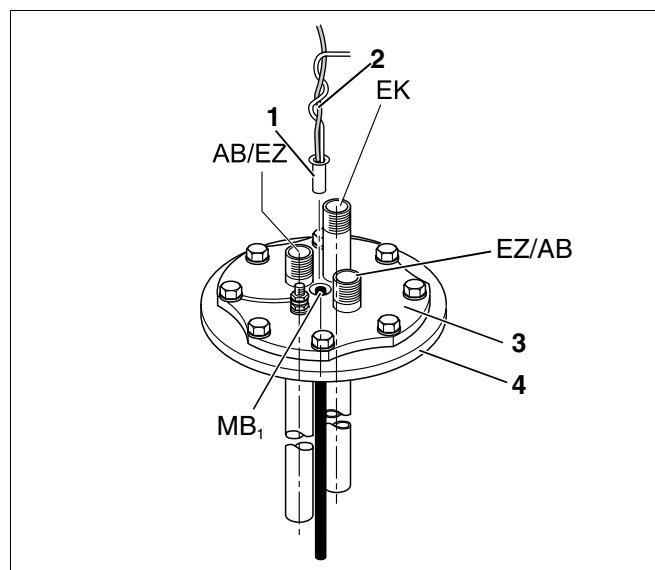

Fig. 7 Punto di misurazione MB₁ (pozzetto ad immersione per carico accumulatore fuori programma della caldaia)
Montaggio della sonda dell'acqua calda (fig. 7):
- Inserire la sonda (fig. 7, **pos. 1**) con il filo metallico di guida (fig. 7, **pos. 2**) fino all'arresto. (Il filo metallico di guida è situato nel punto di misurazione MB₁).